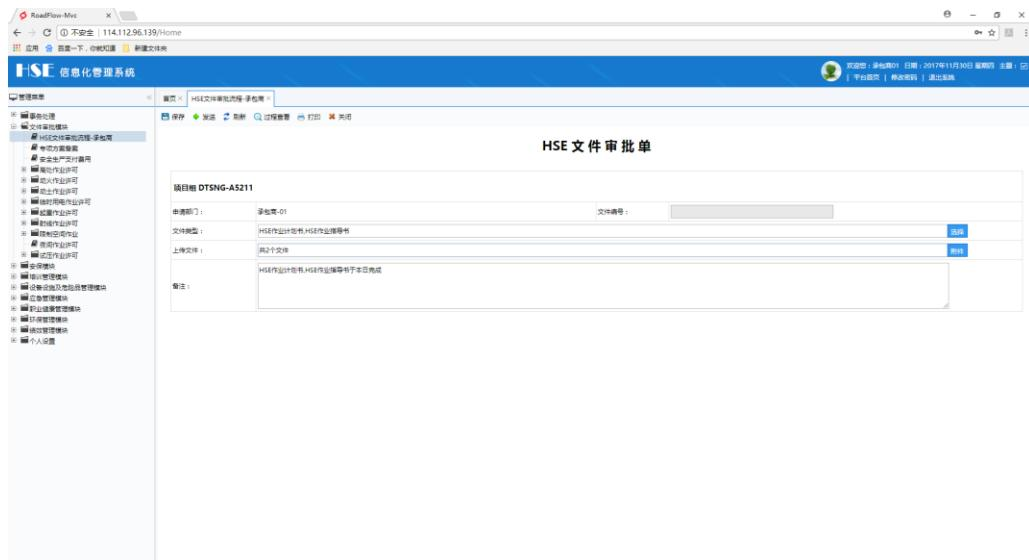

图 5.2-7 完成表单编辑
4. 输入备注信息，完成表单信息编辑，如图 5.2-7 所示：